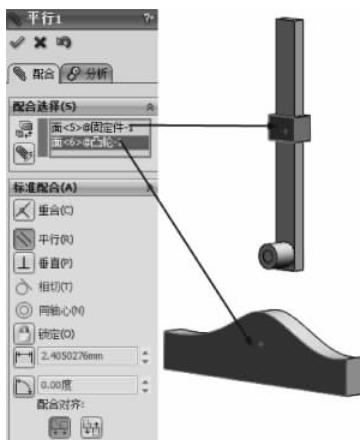

图 3-37 平行配合
(7) 选择【标准配合】选项组下的【平行】配合类型 ，在【要配合的实体】选择框  中选择如图 3-37 所示的面，其他保持默认，单击【确定】按钮 ，完成平行配合。